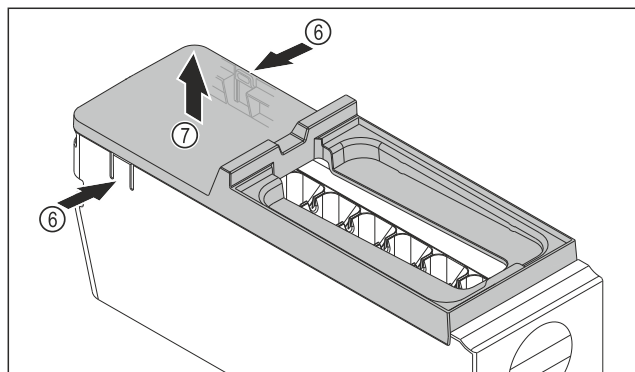

Fig. 75
- ▶ Scoateți apărătoarea corpului EasyTwist-Ice: Apăsăți eclisele Fig. 75 (6) de pe ambele părți ale corpului EasyTwist-Ice cu o mână.
- ▶ Scoateți apărătoarea Fig. 75 (7) cu cealaltă mână în sus.